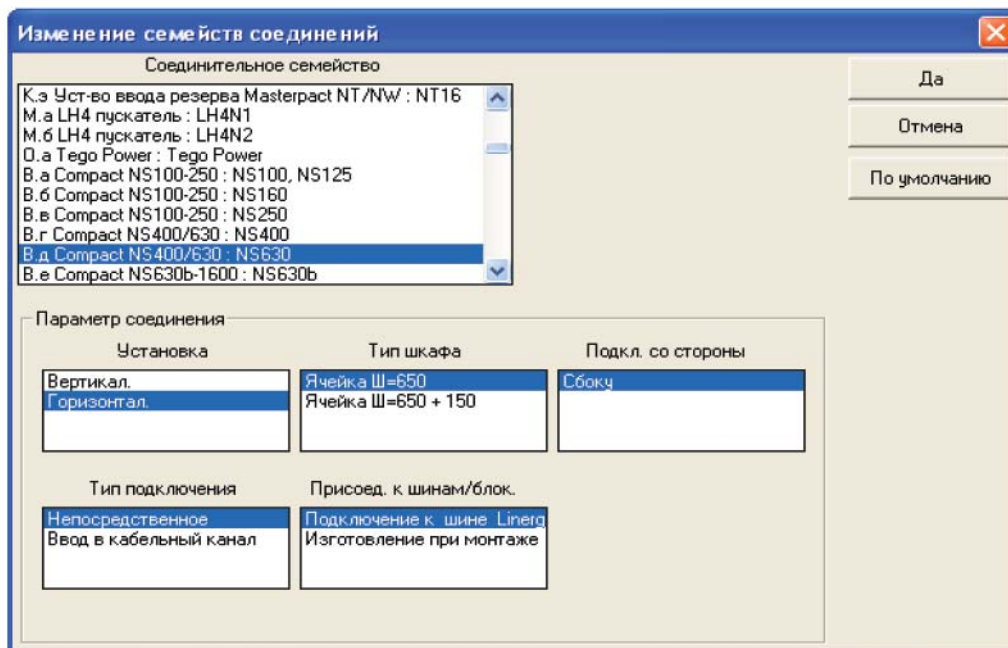

Рис. 104
20) Займемся Compact NS630. Запускаем команду **Настройки→Стандартные соединения и сборки**. Находим в списке устройств Compact NS400/630: NS630 (рис. 104). Задаем все настройки для NS630 и нажимаем “Да”. Первым делом задаем горизонтальную установку (таких 3-ри аппарата).